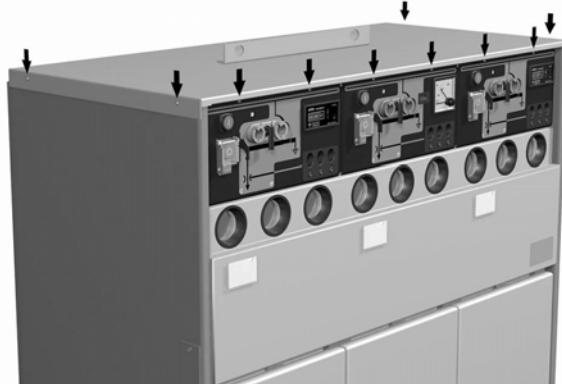

Рисунок 6-4: Расположение крепёжных болтов
2. Удалите все болты с верхней крышки (см. Рисунок 6-4):